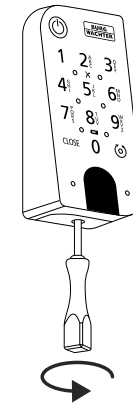
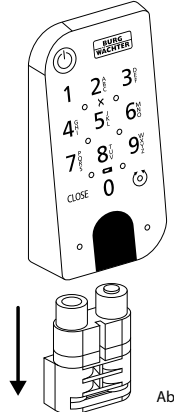

Abb. 7
Abb. 8
- 1 Entfernen Sie die Schraube aus der Unterseite der Tastatur mit dem im Lieferumfang enthaltenen Tx8-Schraubendreher (Abb. 7) und ziehen Sie das Batteriefach nach unten heraus (Abb. 8).